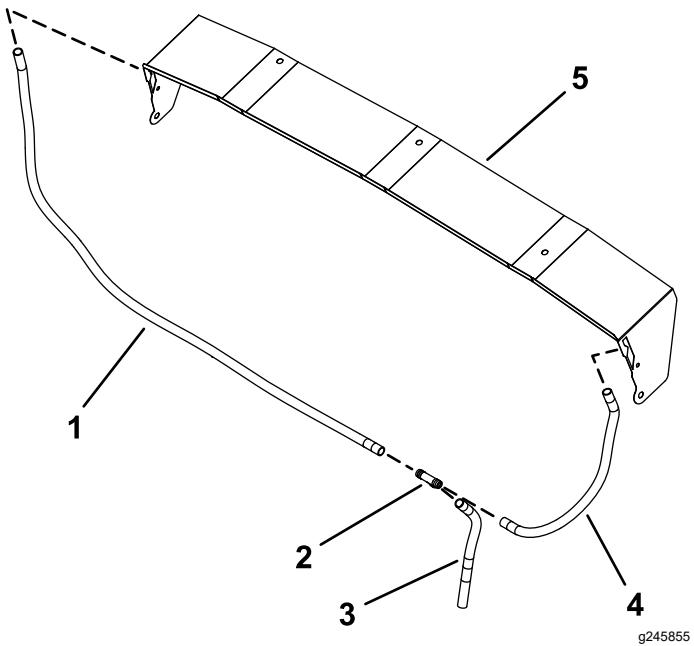

Figura 42
- 4. Ligue o tubo transparente de 122 cm ao tubo transparente de 33 cm e ao tubo transparente de 43 cm utilizando a união em T (Figura 42).